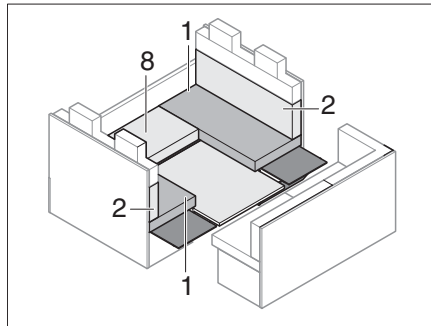

Fig. 177 Pendant la transformation
- Enlever le coussin d'assise (Fig. 177,8) et le soubassement.